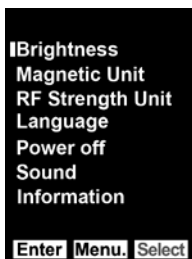

Figura 4 - Tela de Opção do Menu Principal
6. A partir da tela do Menu Principal (Figura 4), a tecla MENU poderá ser usada para sair do Menu Principal.